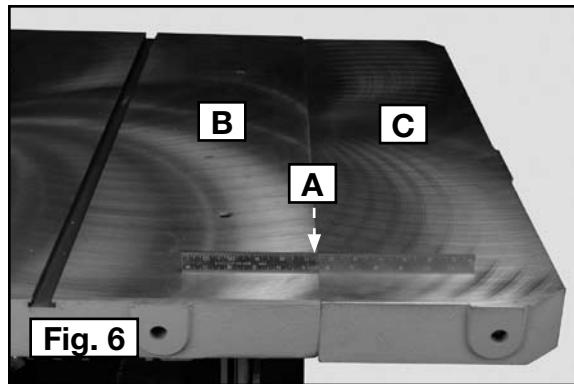

Fig. 6
Coloque una regla (A) Fig. 6 sobre la sierra (B) y la mesa de extensión (C) sobre el primer perno para verificar el nivel. Cuando las dos estén al mismo nivel, ajuste el perno. Repita el mismo procedimiento para el perno más alejado. Ajuste todo el equipo con firmeza.